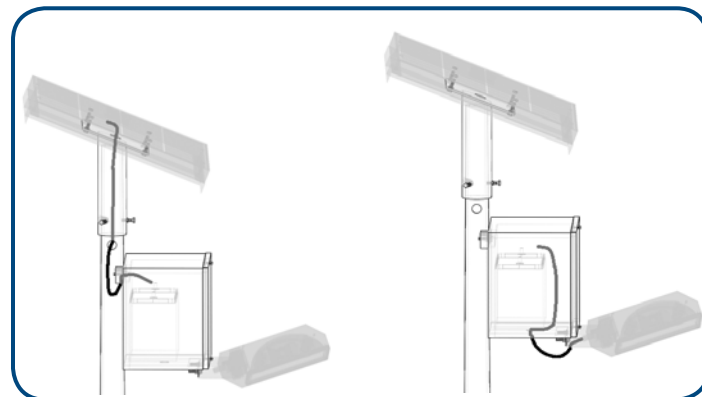

Figura 34. Alambrado eléctrico del panel fotovoltaico hasta la batería, en poste sin brazo.
8.2.2 Introducir el cable de la lámpara en el orificio del brazo (D), hasta la batería (Ver Figura 34).